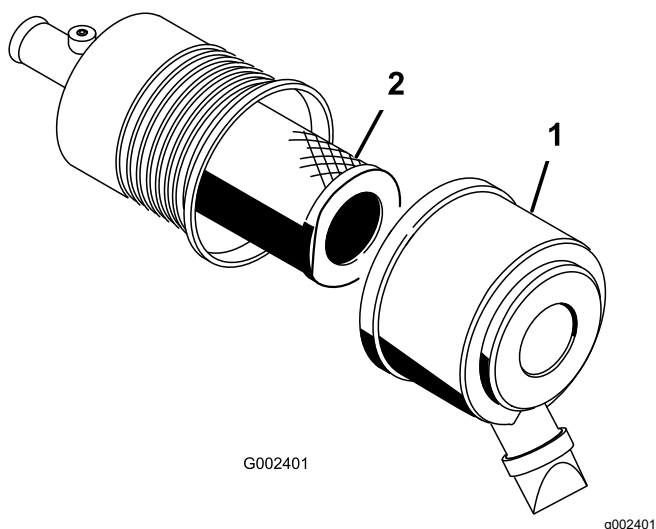

Рисунок 54
2. Отпустите защелки, фиксирующие крышку воздухоочистителя на его корпусе (Рисунок 54).
3. Снимите крышку с корпуса воздухоочистителя (Рисунок 54).
5. Снимите и замените фильтр (Рисунок 54).